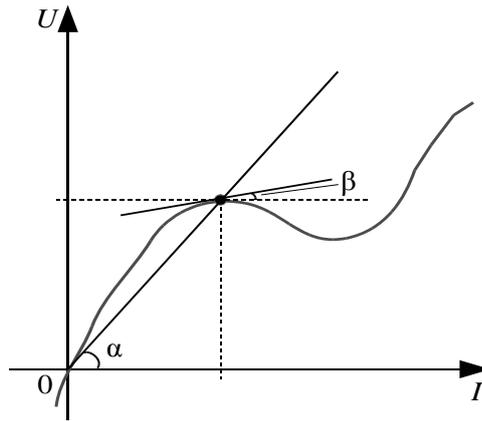

Рисунок 12.2 – Способ определения статического и дифференциального сопротивлений
12.1.2 Для обратной ветви ВАХ стабилизатора рассчитать статическое и дифференциальное сопротивления (или проводимость по указанию преподавателя) (рисунок 12.2).